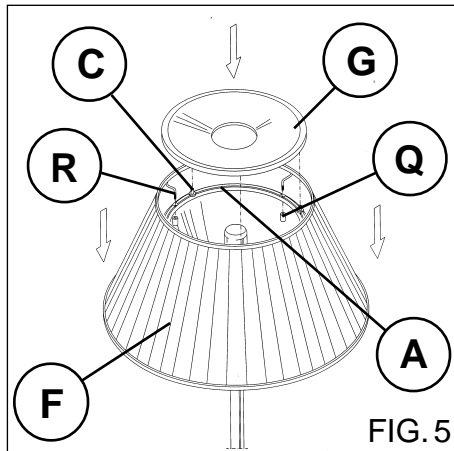

FIG. 5
Fig. 5 Positionner la couronne en tissu (F) sur l'anneau de soutien (A) en faisant attention à insérer les attaches filetées (R) dans les trous appropriés de l'anneau (A), revisser les petits rouleaux de fixation (Q). Poser l'anneau de couverture (G) sur les chevilles (C).